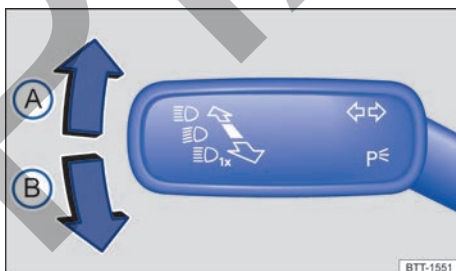

Fig. 83 En el lado izquierdo de la columna de dirección: palanca de los intermitentes y de la luz de carretera.
- Mueva la palanca de los intermitentes y de la luz de carretera desde la posición central a la posición deseada → **fig. 83**: